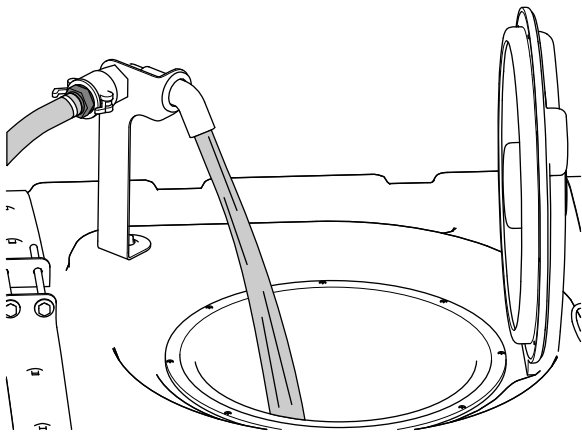

Figura 71
5. Ajoutez les 3/4 de l'eau nécessaire dans la cuve (Figura 71).